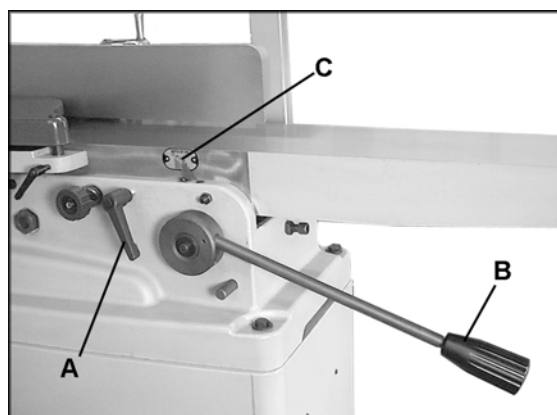

Рис. 34
1. Ослабьте ручку фиксации (А, Рис. 34).
2. С помощью регулировочного рычага (В, Рис. 34) поднимите или опустите стол, чтобы установить нужную глубину фугования по измерительному приспособлению с указателем (С, Рис. 34).
3. Затяните ручку фиксации (А, Рис. 34).